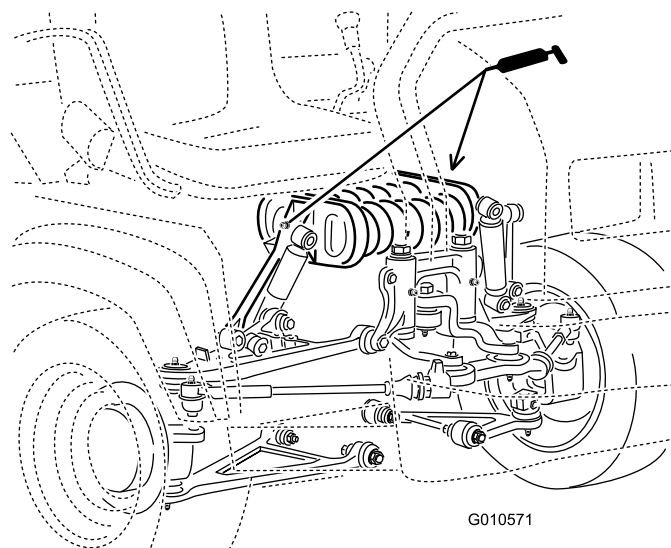

Figura 42
- Torre de mola (2) (Figura 42)